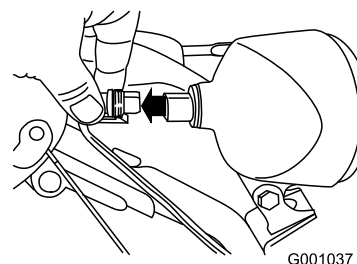

Figure 54
1. Débranchez le connecteur à l'arrière du phare (Figure 54).